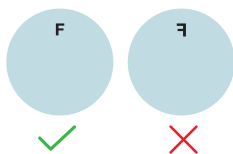

Fig 1. Orientación del implante EndoArt®
17. Antes de la inserción, asegúrese de que el implante está en su orientación correcta: EndoArt® tiene una letra “(F)” marcada en la superficie periférica que debe verse correctamente (Fig. 1); de lo contrario, el implante se debe voltear.